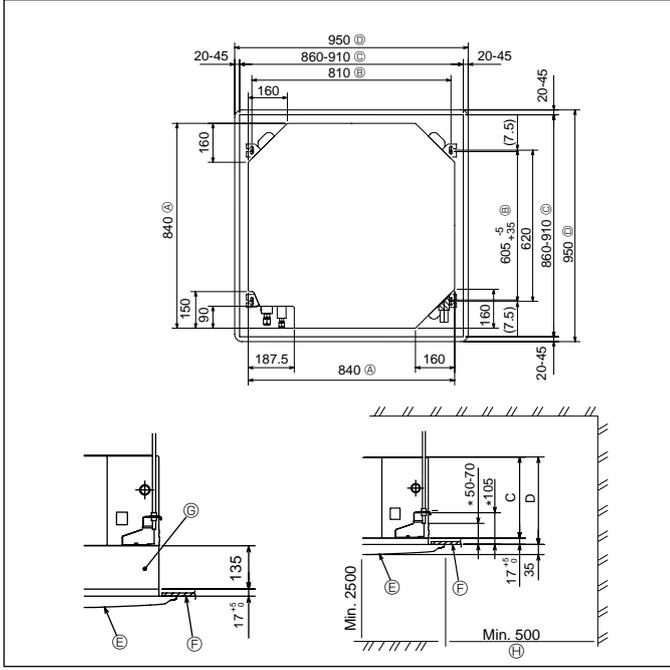

Fig. 2-2
2.2. Tavandaki açıklıklar ve askı civatalarının yerleri (Fig. 2-2)
* Tavan açıklığının boyutları Fig.2-2'de gösterilen aralıkta ayarlanabilir; bu yüzden, ana üniteyi tavan açıklığının karşısına ortalarak, aralarındaki açıklığın her tarafındaki karşılıklı kenarların sırayla aynı olmasını sağlayın.